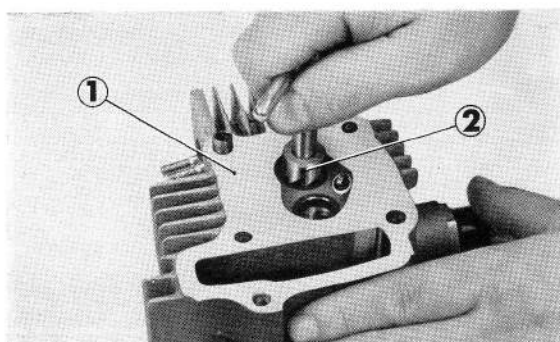

Figure 2-13 : ① culasse
3. Pour vérifier l'état des sièges de soupape, monter les soupapes comme indiqué par la figure 2-13, et verser de l'huile dans la chambre de combustion jusqu'au dessus des soupapes. Souffler de l'air comprimé dans chaque passage de soupape. S'il se produit des bulles, les soupapes ferment mal et une intervention est nécessaire (figure 2-13).
Le siège se rectifie avec trois types de fraise : 30°, 45° et 60°. La fraise de 45° est utilisée pour rectifier le siège, tandis que les fraises de 30° et 60° servent à biseauter le haut et le bas du siège. de manière à amener la portée à la largeur voulue et à assurer le placement correct de la soupape (figure 2-13).